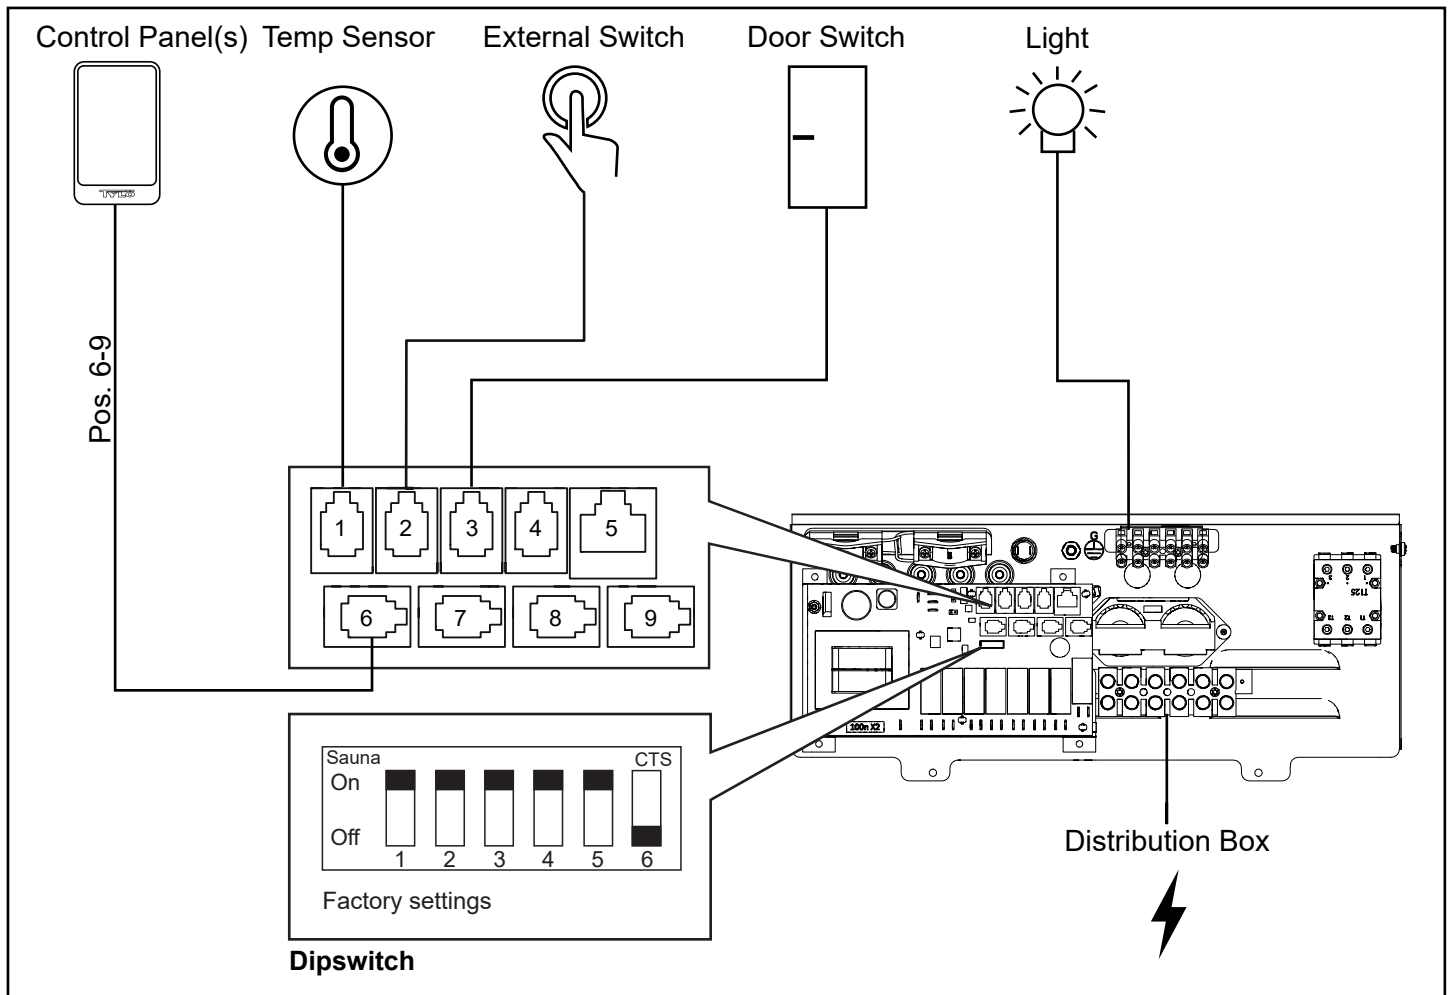

Рисунок 18. Схема установки Sense Elite
4. Проведите кабель для панели управления и датчика температуры через проходные кабельные втулки (см. Рисунок 9). Подключите кабель панели управления к одному из четырех контактов RS485 (позиции 6-9) (см. Рисунок 18).
5. Подключите кабель датчика к контакту NTC на монтажной плате (позиция 1) (см. Рисунок 18).